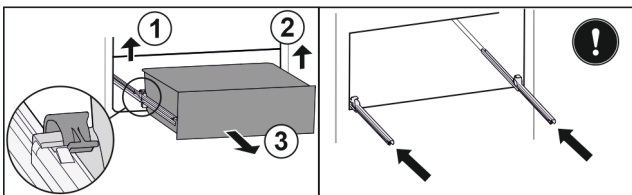

Fig. 40
- ▶ Nosta vasenta pidikettä ja vedä samalla vetolaatikkoa vasemmalta eteenpäin. Fig. 40 (1)
- ▶ Nosta oikeanpuolista pidikettä ja vedä samalla vetolaatikkoa oikealta eteenpäin. Fig. 40 (2)
- ▶ Poista vetolaatikko vetämällä sitä eteenpäin. Fig. 40 (3)